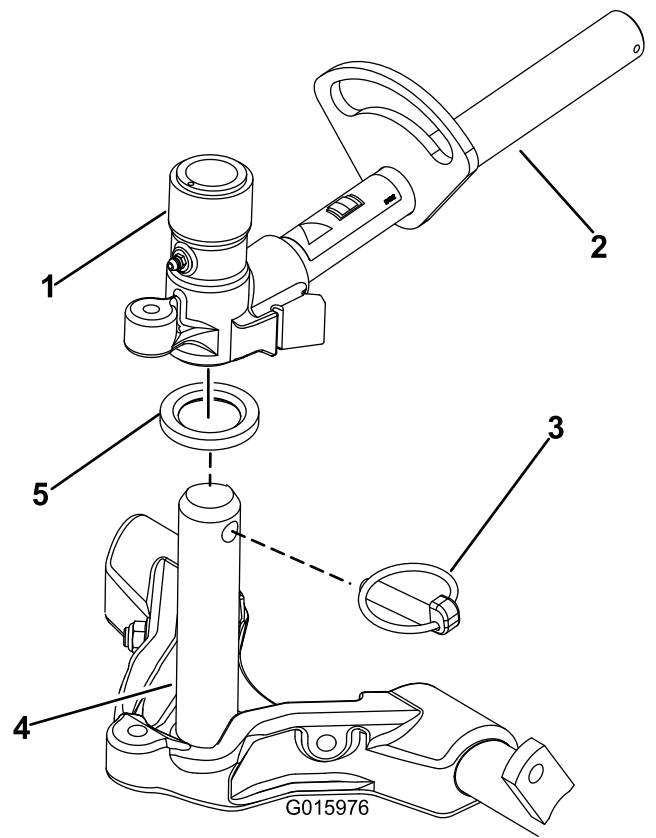

Figure 16
8. Enduire l'arbre du bâti porteur de graisse propre (Figure 16).
9. Pour les plateaux de coupe avant, poussez un plateau de coupe sous le bras de relevage tout en insérant l'arbre du bâti porteur dans la chape de pivot du bras de relevage (Figure 16). Positionnez correctement la rondelle de butée sur l'arbre du bâti porteur.
10. Fixez l'arbre du bâti porteur à la chape du bras de relevage avec la goupille Klik (Figure 16).
- B. Insérez la chape du bras de relevage sur l'arbre du bâti porteur (Figure 16).